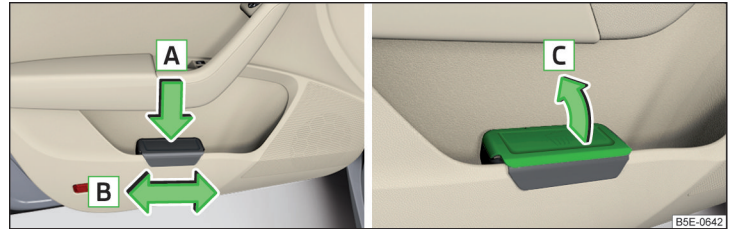

Abb. 80 Abfallbehälter: einsetzen und verschieben / öffnen
- › Den Abfallbehälter im hinteren Bereich in Pfeilrichtung **A** eindrücken » Abb. 80.
- › Den Abfallbehälter entgegen der Pfeilrichtung **A** herausnehmen » Abb. 80.
- › Den Deckel in Pfeilrichtung **C** anheben » Abb. 80.